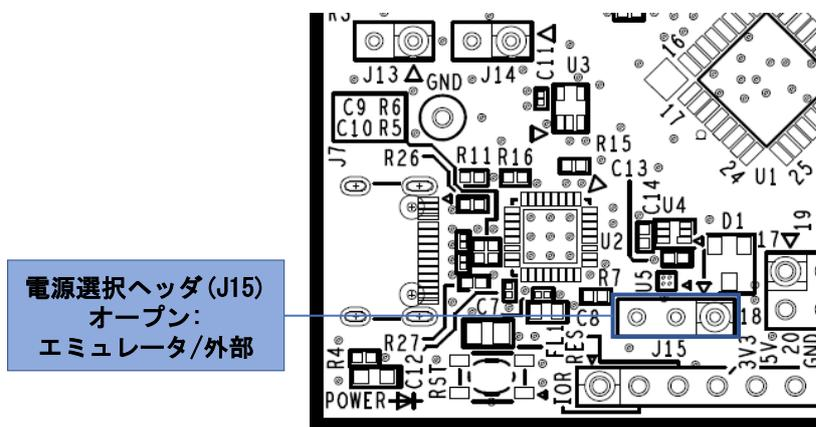

図 5-7: エミュレータ/外部電源使用時のヘッド設定(部品面)
- ・ J15 オープン : エミュレータ/外部電源供給を選択。(図 5-7)